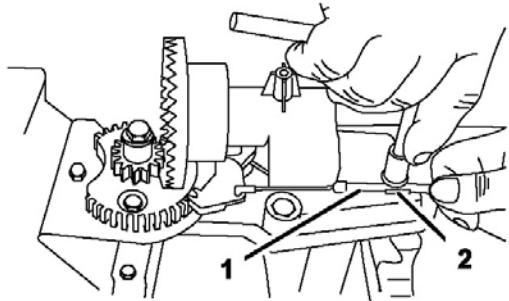

Рисунок 47.
- Ослабьте болт на зажиме троса (Рис. 47).
Возьмите рубашку троса и двигайте его вперед машины, пока защелка желоба выброса полностью не зацепит зубцы редуктора (Рис. 47 и 48).